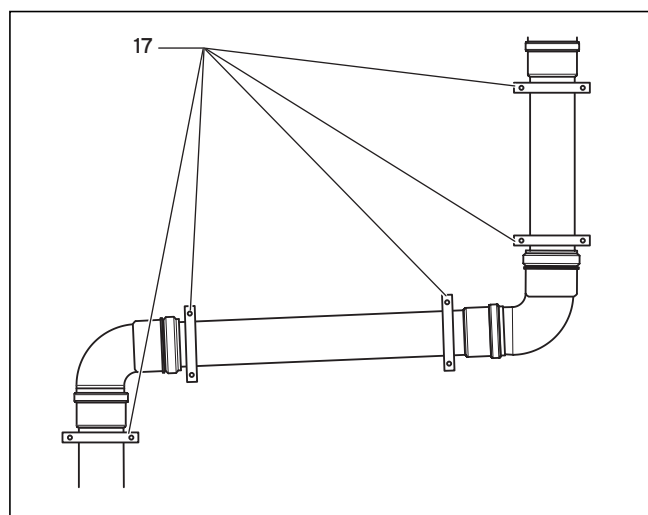

Abb. 7.5 Beispiel Befestigung einer Abgasleitung mit 87°-Bögen
Verwenden Sie pro Verlängerung immer eine Schelle (17) unmittelbar neben der Muffe. Nach jeder 87°-Umlenkung muss eine weitere Schelle (17) an der Verlängerung gesetzt werden, siehe Abb. 7.5 und 7.6.
- Stecken Sie zuletzt die Bögen oder die Reinigungs-Tstücke (8) und (9) der Luftleitung und der Abgasleitung in die entsprechenden Anschlüsse des Gerätes.